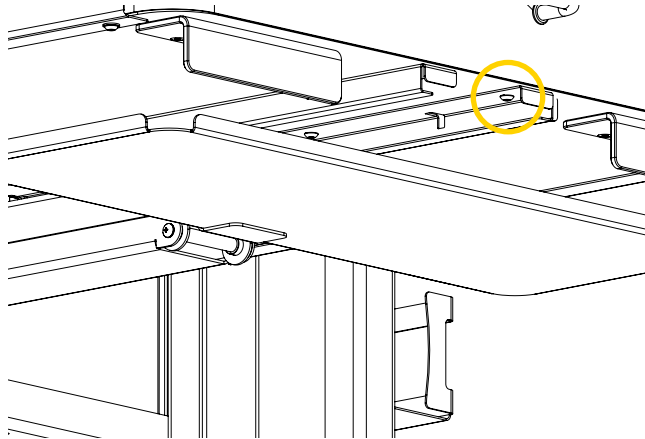

Figure 18: Serrage des vis sous le rail du côté droit du mécanisme coulissant en 2-parties (2 de 2)
- G. Pousser le plateau pour clavier horizontalement pour l'insérer et atteindre la dernière vis (Figure 18), puis serrer la vis à l'aide d'une clé 1/8 po.